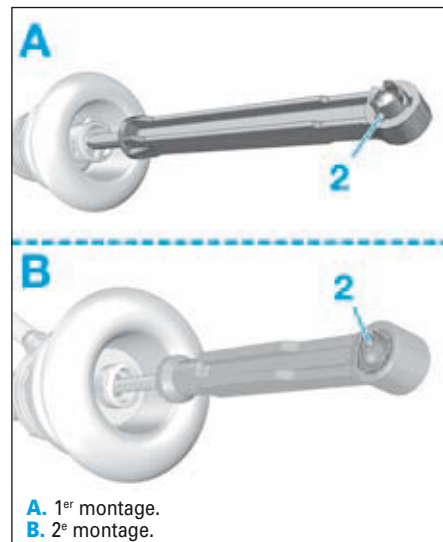

FIG.13
- Vérifier la position du clip de verrouillage (2) du cylindre émetteur (Fig.13).